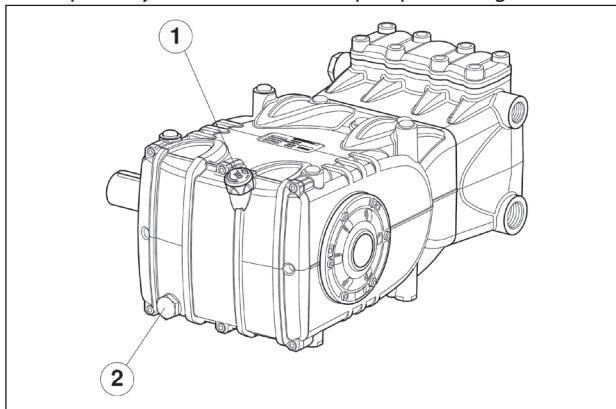

Fig. 1
Las operaciones de reparación de la parte mecánica deben ser realizadas después de haber retirado todo el aceite del cárter. Para eliminar el aceite es necesario retirar: la varilla de nivel de aceite pos. ① y a continuación el tapón pos. ②, Fig. 1.